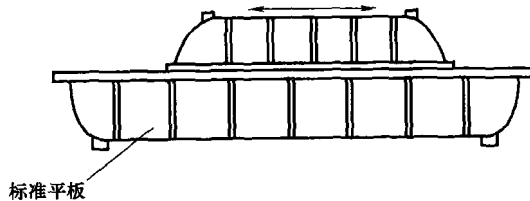

图 1-9 小型平板配刮法
(3) 小型平板配刮法 小型平板的铲刮很方便。即直接把小型平板的被铲刮面放置在大型标准平板上，往复移动，观察其表面的接触点分布情况是否均匀，如图 1-9 所示。